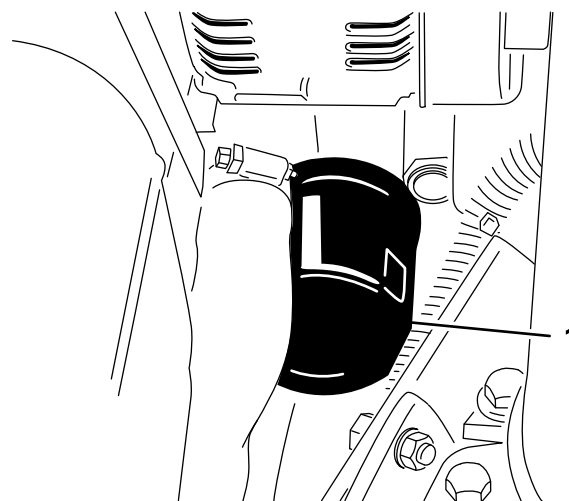

Figure 53
3. Déposez le filtre à huile (Figure 53).